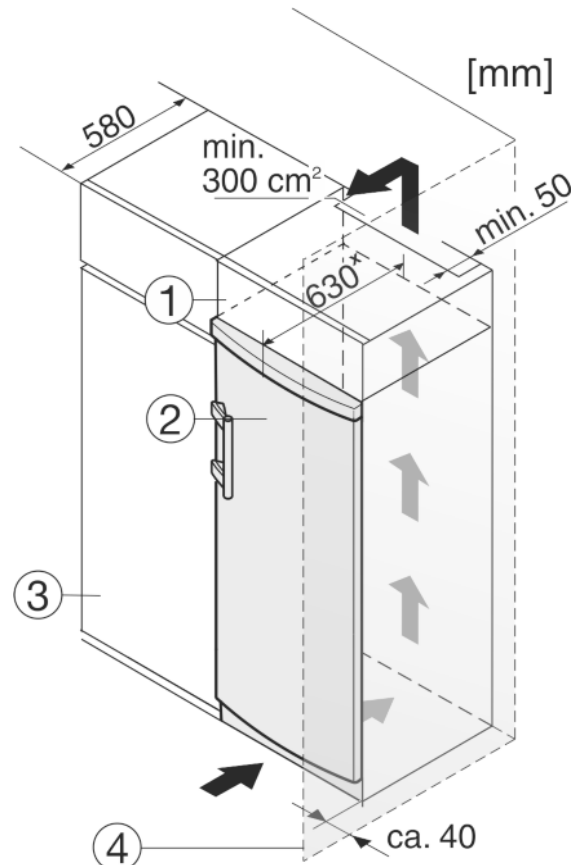

Fig. 11
- (1) Aufsatzschrank
- (2) Gerät
- (3) Küchenschrank
- (4) Wand
Das Gerät kann mit Küchenschränken umbaut werden. Um das Gerät Fig. 11 (2) der Küchenzeilenhöhe anzugleichen, kann über dem Gerät ein Aufsatzschrank Fig. 11 (1) angebracht werden.
Beim Umbau mit Küchenschränken (Tiefe max. 580 mm) kann das Gerät direkt neben dem Küchenschrank Fig. 11 (3) aufgestellt werden. Das Gerät steht seitlich 34 mm * und in der Gerätmitte 50 mm * gegenüber der Küchenschrankfront vor.
Wenn das Gerät mit den Scharnieren neben einer Wand Fig. 11 (4) aufgestellt wird, muss der Abstand zwischen Gerät und Wand mindestens 40 mm betragen. Dies entspricht dem Griffüberstand bei geöffneter Tür.